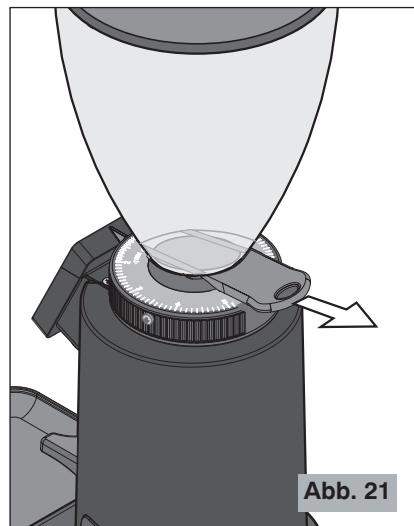

Abb. 21
**Vergewissern Sie sich, dass der Kaffebohnenbehälterverschluss des Kaffebohnenbehälters vollständig bis zum Anschlag offen ist (letztes Einrasten) (siehe Abb. 21).**